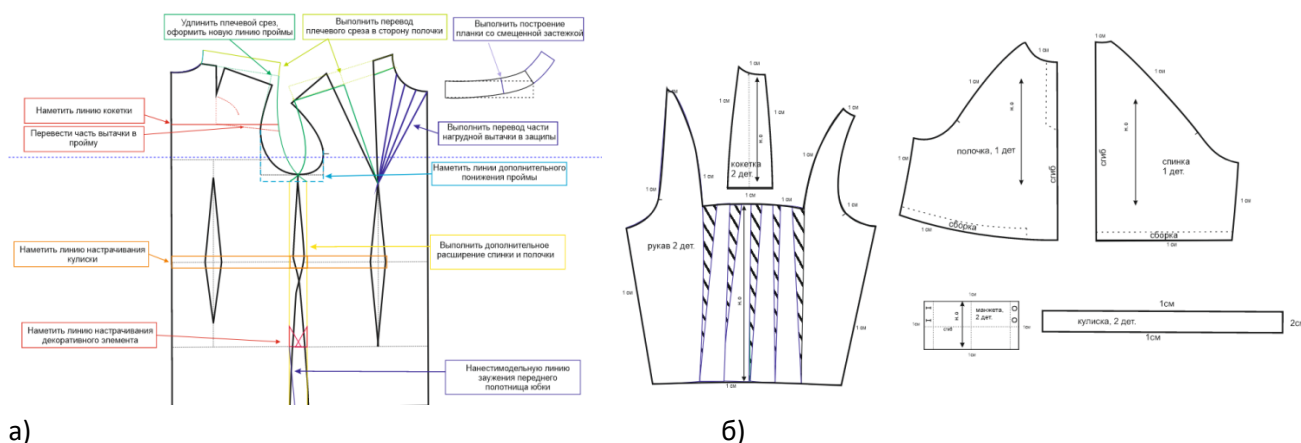

Рисунок 1 – Пример оформления листа задания: а)нанесение линий и необходимых надписей для моделирования чертежа основы, б) результат моделирования
2. Используя графический редактор для конструирования и моделирования швейных изделий, в соответствии с эскизом и описанием, нанесите новые фасонные линии на копию базового чертежа конструкции **блузы на размер 42-44**, соблюдая пропорции. Нанесите необходимые комментарии *по аналогии с ручным моделированием* (к примеру: закрыть вытачку) на изображения копии базового чертежа и представьте этот лист членам жюри в виде скриншота экрана и файла, сохраненного в указанную папку (рис. 1а).
3. Выполните копии основных деталей на листе и построение дополнительных деталей кроя, проведите моделирование, при необходимости оформите новые линии деталей, результаты представьте жюри в виде скриншота экрана и файла, сохраненного в указанную папку (рис. 1б).